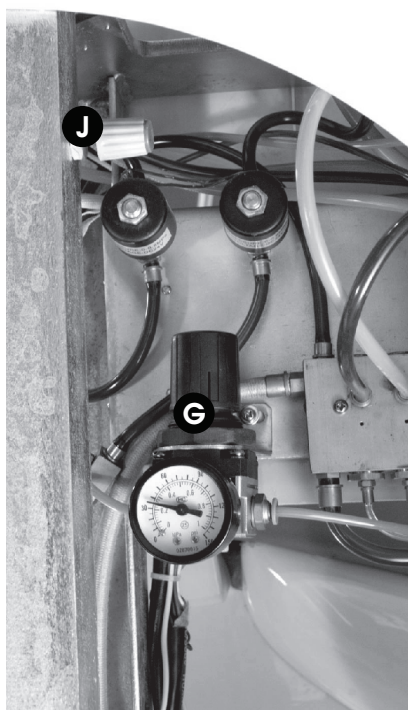

Fig. 19
- B Bica do Porta-copos (e ajuste)** - É responsável por abastecer o copo de enxágue bucal do paciente (Fig.14, pág.16), pode ser regulado de acordo com o tamanho do copo utilizado como a seguir: coloque o copo sobre a base logo abaixo da bica e pressione a tecla de ajuste (SET) no teclado de controle principal (a luz indicativa acenderá), aperte a tecla enxágue bucal (W) e mantenha-a pressionada, quando a água atingir o nível desejado, solte-a e pressione novamente a tecla (SET) para confirmar (a luz indicativa de ajuste apagará). Se houver muita pressão na água dispensada, ajuste a vazão no registro localizado na parte interna da unidade hídrica (Fig.19, pág.17);
G Manômetro e Ajuste de Pressão da Garrafa PET - Localiza-se no interior da unidade hídrica (Fig. 19). Consiste em um botão giratório para ajuste da pressão do ar no interior da garrafa PET com manômetro acoplado que exibe a pressão do ar no interior da garrafa. O ajuste padrão deve ser de 30 PSI (2,1 Bar). Para ajustar a pressão da garrafa PET que deverá ser de 30 PSI (2,1 Bar), puxe o botão de ajuste para cima e gire-a no sentido horário para aumentar a pressão ou anti-horário para diminuí-la, faça o ajuste adequadamente até que o manômetro exiba a pressão de 30 PSI (2,1 Bar), feito isso, empurre o botão de volta à sua posição original para travar o ajuste;
J Registro de Água da Bica do Copo e Cuba - Registro localizado na parte interna da unidade hídrica para a juste da vazão de água da bica do copo e da cuba (Fig. 19).